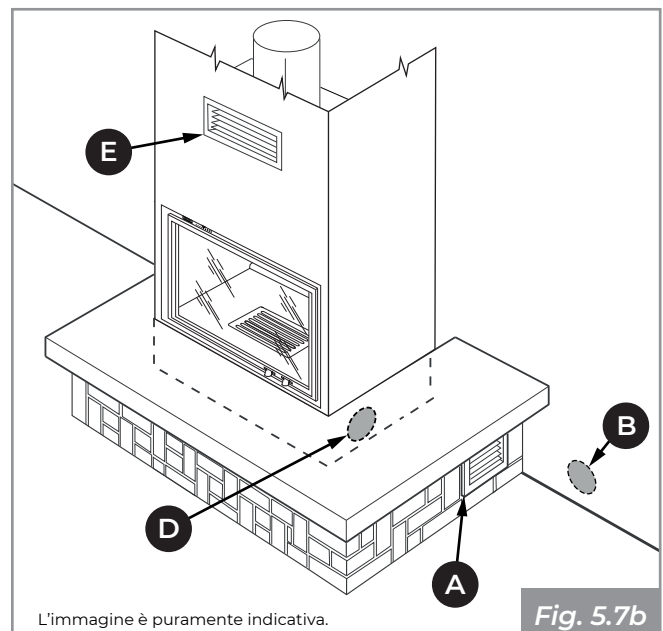

Fig. 5.7b
- **(Fig. 5.7b):** presa d'aria esterna **(B)** realizzata esternamente al rivestimento, con griglia inferiore in dotazione per il ricircolo dell'aria ambiente **(A)** a lato del rivestimento;